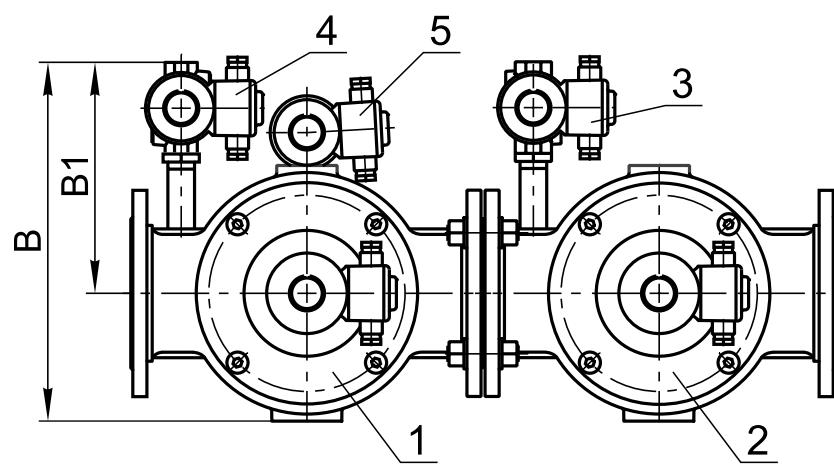

Рис. 23-25
Клапаны свечи безопасности и запальной горелки могут располагаться справа по ходу газа (рис. 23-24) или слева (рис. 23-25).
* Габаритный размер «B» (ширина) приведен для правого исполнения блоков (рис. 23-24). Для левого исполнения блоков (рис. 23-25) данный размер необходимо уменьшить на 75 мм.